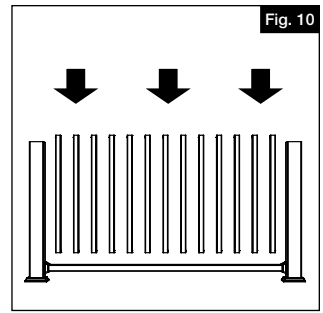

Fig. 10
- b. Enlèver tous les barreaux dans la traverse inférieure (Fig. 10).